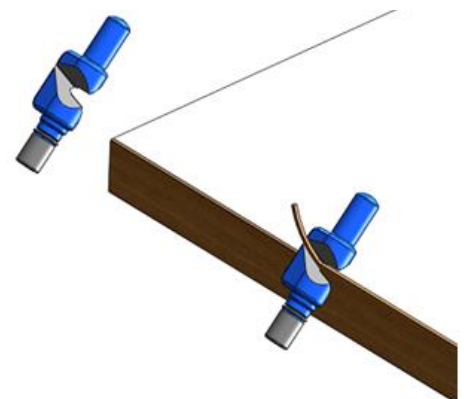

Fig. 13
- Handklinge entlang der zu bearbeitenden Kante mit beiden Händen Führen (Fig. 13). Dabei Handschuhe tragen. Schnittgefahr!